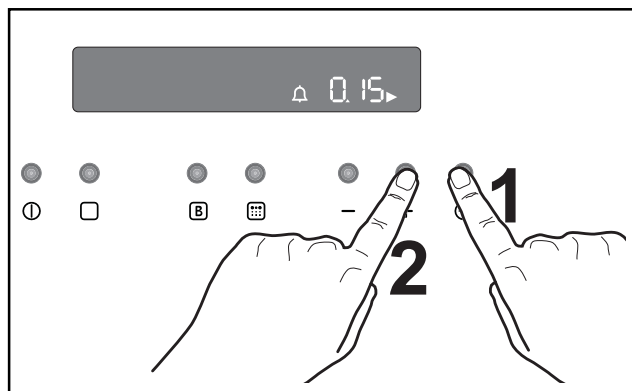

Fig. 8
Pour ouvrir la porte du four, empoignez toujours la poignée au centre (voir figure 8).
1. Appuyer sur la touche  pour sélectionner le Compte-minutes (Fig. 8). Le symbole correspondant  clignote et le panneau de commandes affiche «0.00».